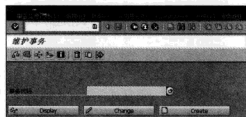

图 11-11 “维护事务”界面
STEP 1 在“ABAP/4 开发工作台”界面上选择“开发→其它工具→事务”选项（或者直接在命令栏输入“SE93”命令），进入“维护事务”界面，如图 11-11 所示。